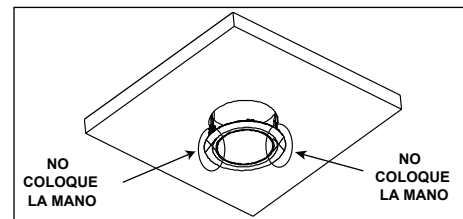

Figura 7
- NO COLOQUE LA MANO DEBAJO DEL SUJETADOR DE RESORTE DURANTE EL PROCESO DE EXTRACCIÓN. PRESIONAR LOS SUJETADORES PUEDE CAUSAR LESIONES EN LA MANO. (Figura 7)**